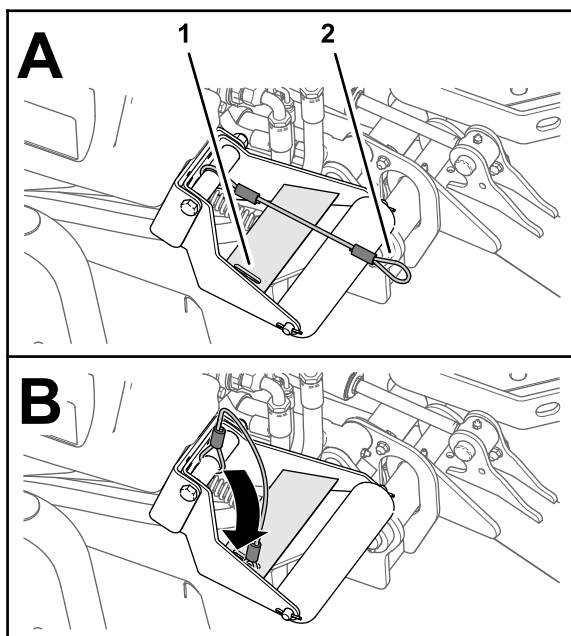

Figure 41
4. Les unités de coupe étant abaissées, enfilez la boucle du cordon dans la fente de la plaque de renfort du support de rouleau (Figure 41).